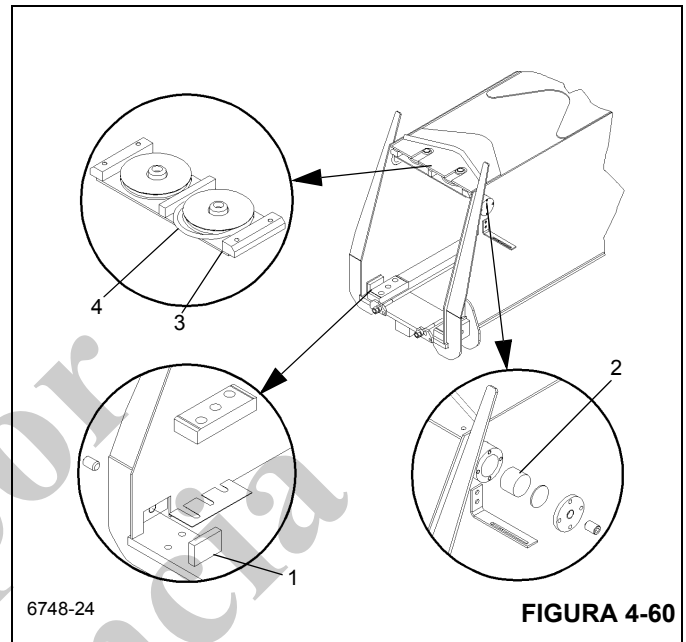

FIGURA 4-60
1. Inserte las almohadillas de desgaste ajustables de latón (Figura 4-60, 1) y las almohadillas de desgaste superior-
res (Figura 4-60, 2). No instale las almohadillas de desgaste inferiores por el momento.
3. Arme la polea de cables sincronizadores centrales (Figura 4-60, 3) y colóquela encima de la sección central exterior, aproximadamente en el punto donde se instalará.
- a. Coloque los cables sincronizadores centrales (Figura 4-60, 4) alrededor de las poleas.